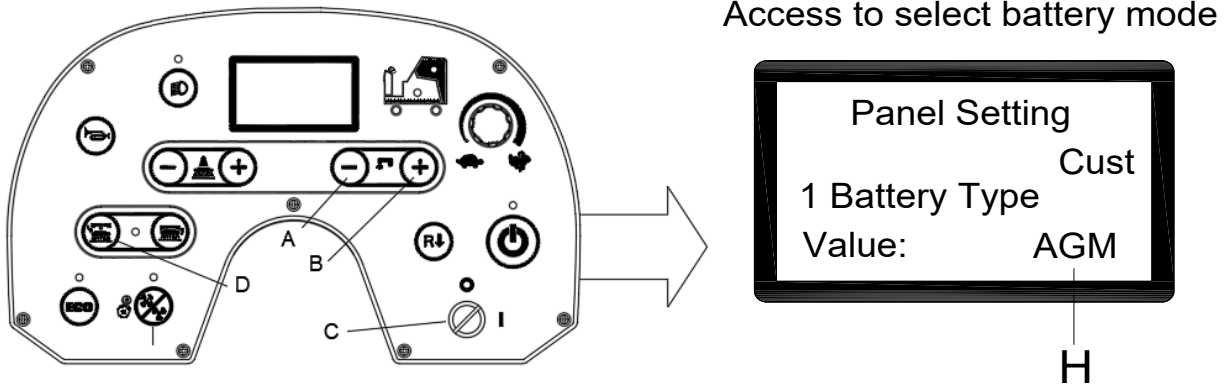

Figura 6
1. Pulse al mismo tiempo el botón del caudal de agua «->» (A, figura 6) y «+» (B, figura 6).
2. Introduzca la llave de encendido (C, figura 6) y colóquela en la posición «I».
3. Varios segundos más tarde, entre en la pantalla de selección del modo de batería (figura 6).
4. Pulse el botón del caudal de agua «->» (A, figura 6) y «+» (B, figura 6) para seleccionar el modo de batería (H, figura 6)
5. Pulse el botón de desbloqueo (D, figura 6). Al cabo de 3 segundos aparece «Actualización OK» esto quiere decir que la actualización se ha realizado correctamente, reinicie la máquina. (C, figura 6).